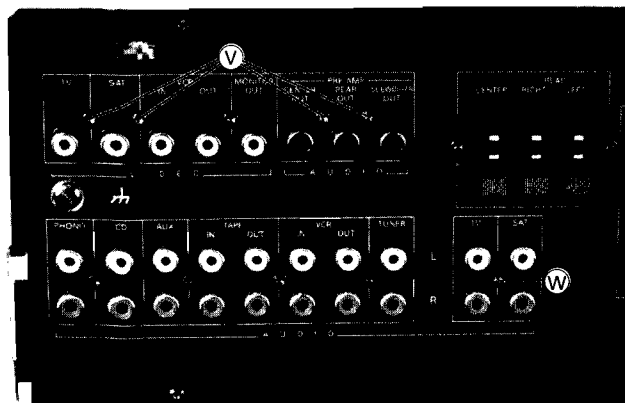

Fig. 16
- 5 Schrauben (V) herausschrauben (Fig. 16).
- Schraube (W) herausschrauben (Fig. 16)
- Undo 5 screws (V) (Fig. 16).
- Undo screw (W) (Fig. 16).